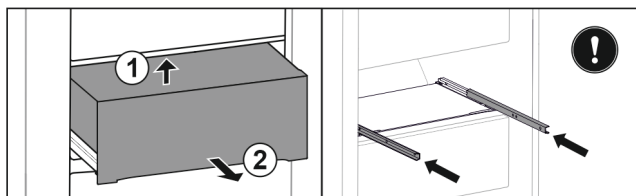

Fig. 99
- ▶ Nadvihnite zásuvku zospodu dozadu. Fig. 99 (1)
- ▶ Odoberte zásuvku dopredu. Fig. 99 (2)